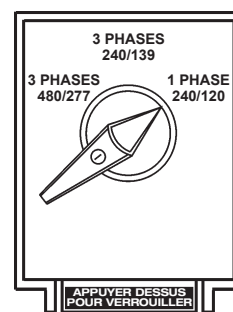

Figure 41. Commutateur de sélection de tension
1. Placer le **commutateur de sélection de tension** dans la position de tension désirée (Figure 41).